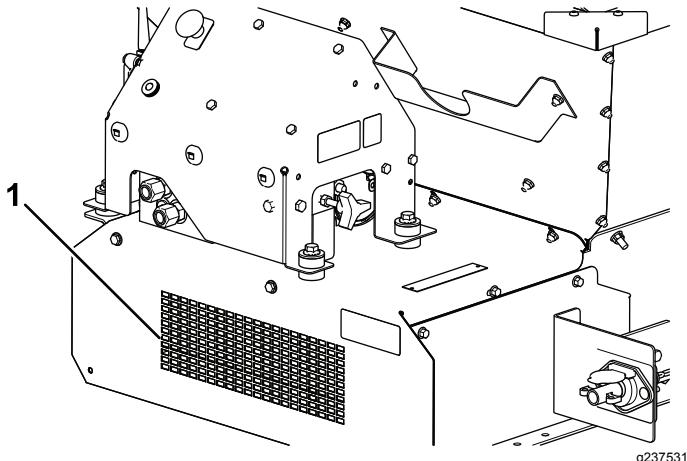

Figura 58
10. Localice la pegatina de limpieza de la parte delantera de la máquina (Figura 57) y, con una manguera de jardín, pulverice a través de la rejilla delantera hasta eliminar cualquier resto de material del suelo interior (Figura 58).